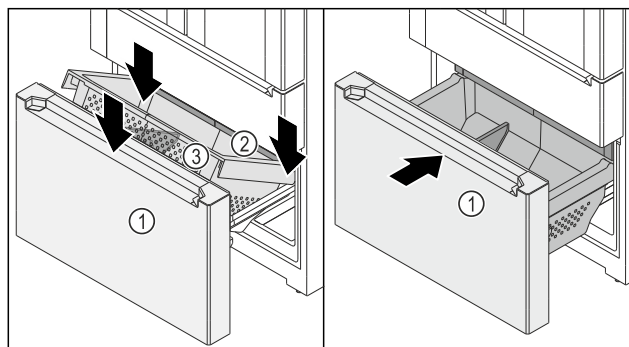

Fig. 154
- ☐ Wózek wysuwany Fig. 154 (1) jest wyjęty.
- ☐ Szuflada Fig. 154 (2) jest wsunięta.
- ▶ Pojemnik Fig. 154 (3) umieścić po prawej i lewej stronie na szynach.
- ▶ Pojemnik Fig. 154 (3) opuścić z przodu tak, aby pojemnik Fig. 154 (3) znajdował się na szynach po prawej i lewej stronie.
- ▶ Wsunąć wózek wysuwany Fig. 154 (1).